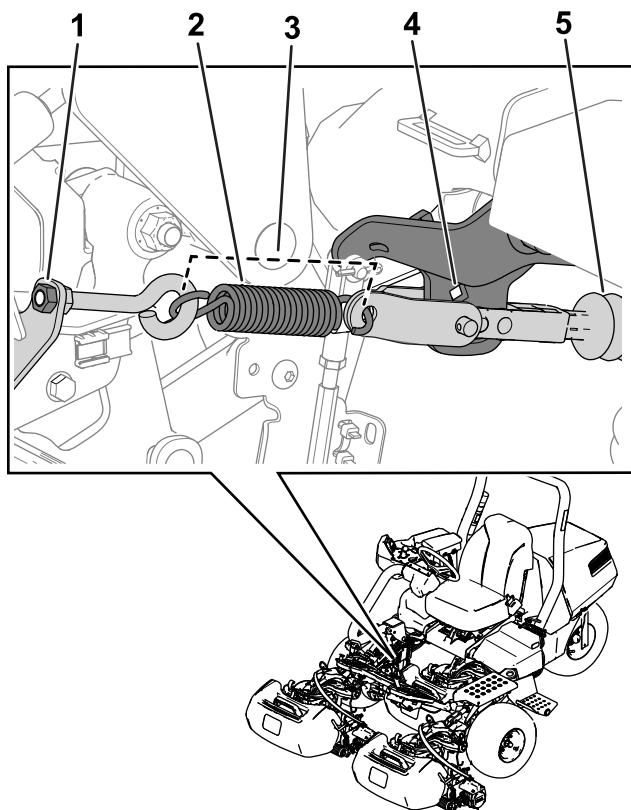

Figure 38
Remarque: Voir la Figure 38 pour cette procédure.
5. Détendez le ressort en desserrant l'écrou qui fixe le le boulon à œil au support du ressort (Figure 38).
3. Montez le ressort comme montré à la Figure 38.
4. Serrez l'écrou du boulon à œil de sorte que le ressort mesure 11,4 cm une fois en place (Figure 38).